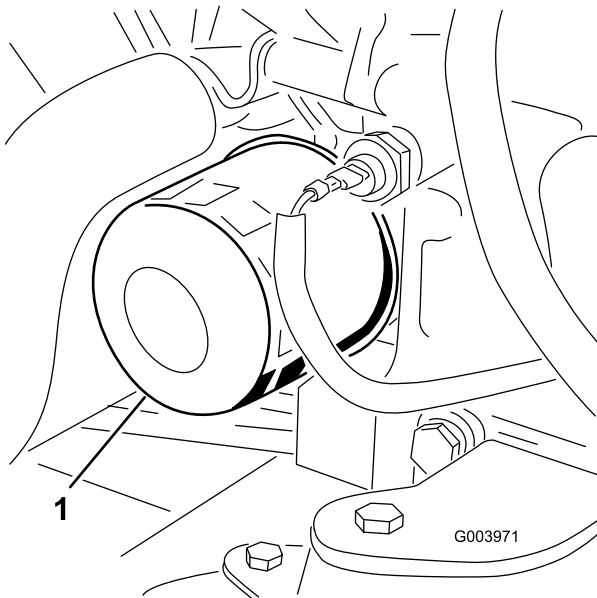

Bild 55
3. Entfernen Sie den Ölfilter (Bild 55).